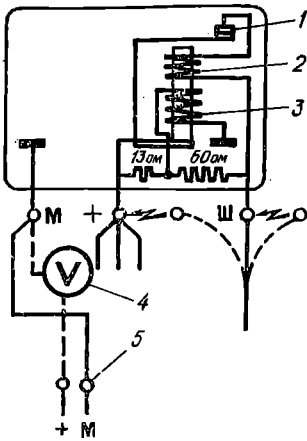

Рис. 96. Схема устройства и проверки реле-регулятора: 1 — контакты; 2 — шунтовая обмотка; 3 — выравнивающая обмотка; 4 — вольтметр; 5 — клеммы генератора.
3. Проверить генератор, прежде всего убедившись в наличии тока в цепи возбуждения. Для этого провод, идущий от обмотки возбуждения генератора, отсоединить от клеммы «Ш» реле-регулятора и кратковременно прикоснуться к клемме «+» реле-регулятора (двигатель не работает, зажигание включено) (рис. 96).